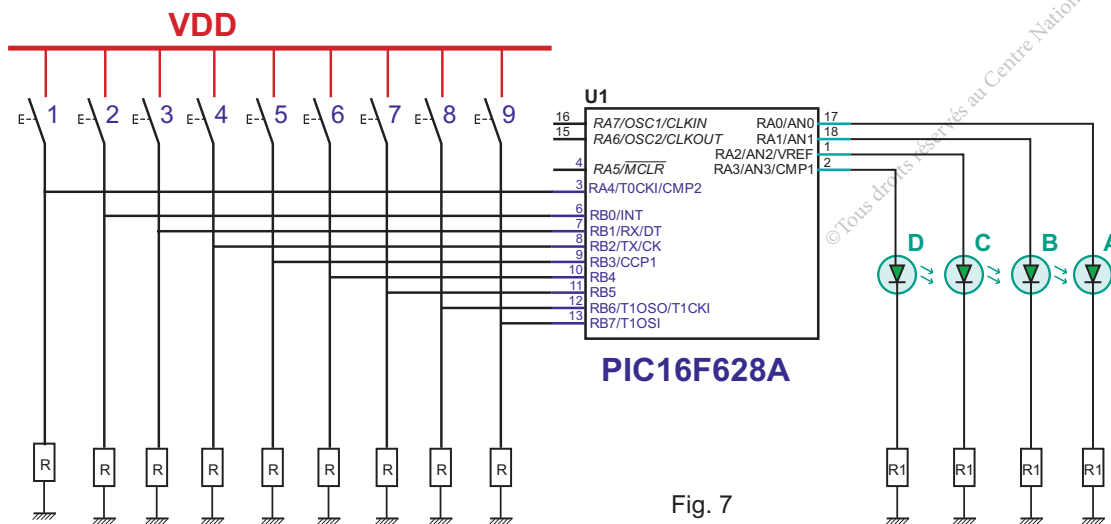

Fig. 7
- 5 Le schéma du circuit d'un codeur Décimal/BCD (figure 7) est à base du microcontrôleur 16F628A.
- a- En se référant à la figure 7, compléter, ci-après, le programme en mikroC pour PIC du codeur Décimal/BCD en appliquant les informations et les consignes données dans l'algorithme.
e- Réaliser le câblage conformément au schéma du circuit de la figure 7.